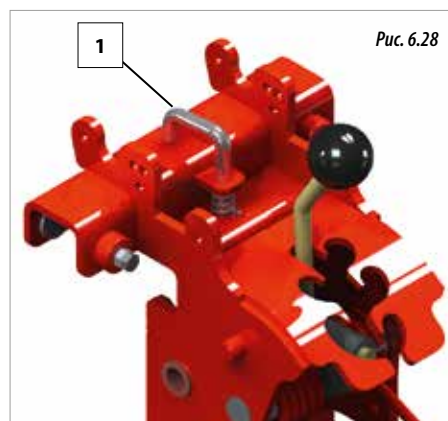

Рис. 6.28
- 1- Освободить высевальную секцию с тем, чтобы ее можно было легко передвигать, для этого необходимо установить фиксирующую защелку на основании рамы (1, рис. 6.28) (если таковая имеется).
ОСВОБОЖДЕННЫЕ ВЫСЕВАЮЩИЕ СЕКЦИИ (1, РИС. 6.28) С УСТАНОВЛЕННЫМ В НИХ ШПЛИНТОМ (2, РИС. 29) БУДУТ ПЕРЕМЕЩАТЬСЯ В ОДНОМ И ТОМ ЖЕ НАПРАВЛЕНИИ, СОХРАНЯЯ ПРИ ЭТОМ РАССТОЯНИЕ МЕЖДУ ЭТИМИ РЯДАМИ. ДЛЯ ПРЕДОТВРАЩЕНИЯ ПЕРЕМЕЩЕНИЯ КАКОЙ-ЛИБО СЕКЦИИ НЕОБХОДИМО ВЫНУТЬ ШПЛИНТ (2, РИС. 6.29) И ЗАБЛОКИРОВАТЬ ПОЛОЖЕНИЕ ВЫСЕВАЮЩЕЙ СЕКЦИИ С ПОМОЩЬЮ ФИКСИРУЮЩЕЙ ЗАЩЕЛКИ (1, РИС. 30).
- 1- Начиная с расположенных по центру высевающих секций (рис. 6.32) освободить те секции, которые мы хотим переместить одновременно, для этого необходимо установить фиксирующие защелки на основание рамы (1, рис. 6.28).